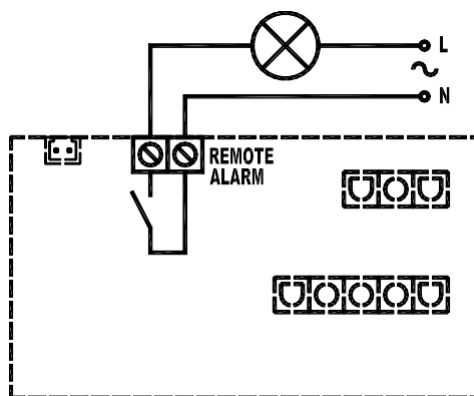

Рис. 2
3. Підключіть пристрій сигналізації до затискачів, показаним на рис. 2.